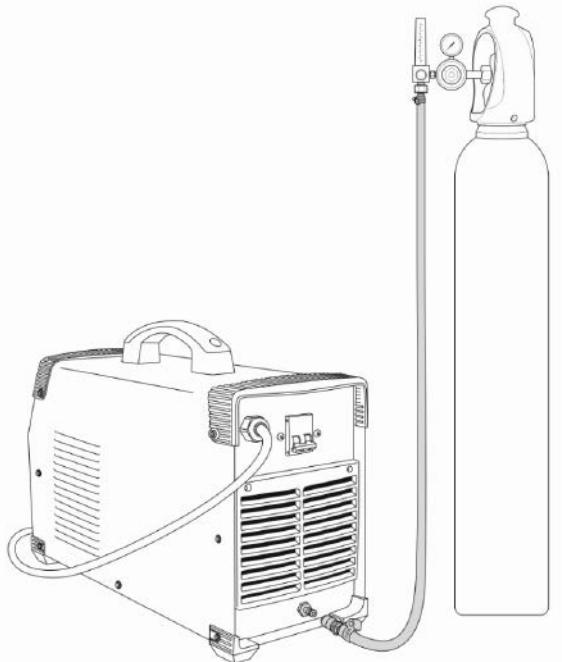

Рис. 8.0.3. Подключение защитного газа.
**1.** Подсоедините газовый шланг к газовому разъёму аппарата и к регулятору расхода газа присоединенному к баллону. При подключении баллон и регулятор расхода газа должны быть закрыты. Система газоснабжения, состоящая из газового баллона, редуктора и газового шланга должна иметь плотные соединения (используйте винтовые хомуты), чтобы обеспечить надежную подачу газа и защиту сварочного шва (См. рис. 8.0.3).